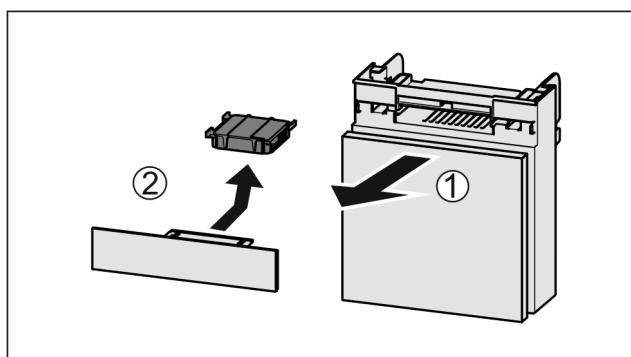

Fig. 111
- Потягніть Fig. 111 (1) відділення вперед.
- Витягнути Fig. 111 (2) фільтр з активованого вугілля.